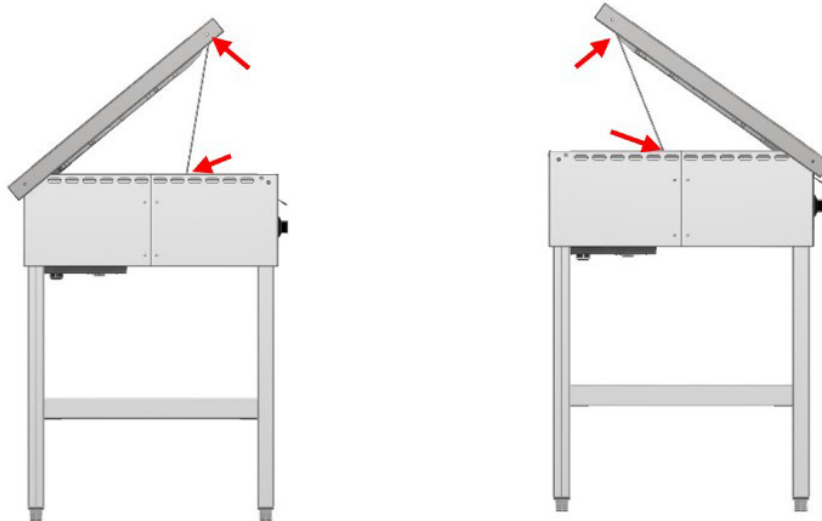

Fig. 0-32 Placering af støttearme
- 3) Støttearmene findes midt i apparatet og placeres indvendigt i hver side af apparatet, samt indvendig i overpladen som anvist på Fig. 0-32